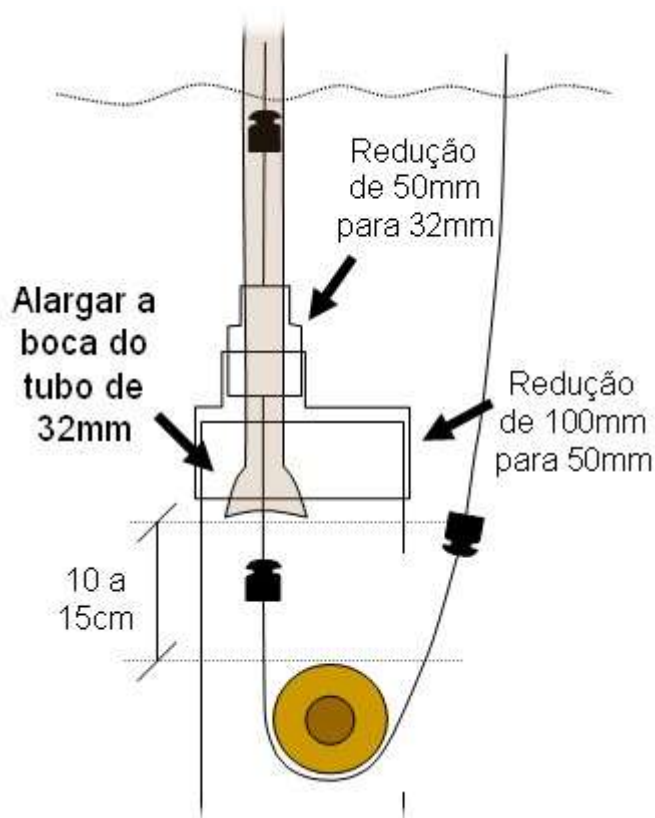

Figura 3
Nesse caso faça o tubo de 32mm ultrapassar essa redução (de 50mm para 32mm) desgastando o ressalto interior dessa redução. Para isso pode usar uma lima com formato de meia-cana ou uma lixa grossa enrolada (com o lado da lixa para fora) num pedaço de madeira tipo cabo de vassoura. Depois, faça um funil modelando e alargando a boca do tubo de 32mm (ideal que seja na boca do fogo de um fogão) para servir de guia (escorregador) para a entrada dos pistõezinhos. Se achar dificuldade em modelar essa boca do tubo, faça alguns cortes longitudinais na ponta desse tubo e depois esquentando no fogo (de longe) abra as tiras levemente como se fosse forma uma flôr, mas, **cuidado** para não abrir de mais essas tiras. Isso porque a corda poderá entrar no vão das tiras e travar todo o mecanismo. É **importante** que os pistõezinhos entre no tubo com suavidade, sem ficar dando soquinhos (enroscando) a cada pistão que for entrar no tubo. Ver figura 3 ao lado.
**IMPORTANTE!** Antes de colar o tubo de 32mm na redução, primeiro deixe a ponta do tubo de 32mm afastada da roldana de porcelana  $\pm$  uns 10 a 15cm, e segundo direcione a linha dos dizeres impressos no tubo de 32mm para um lado que você possa saber quando estiver vendo a ponta desse tubo de cima da tampa do poço, saber de que lado o mecanismo inferior está virado. Ver figura 3 ao lado.